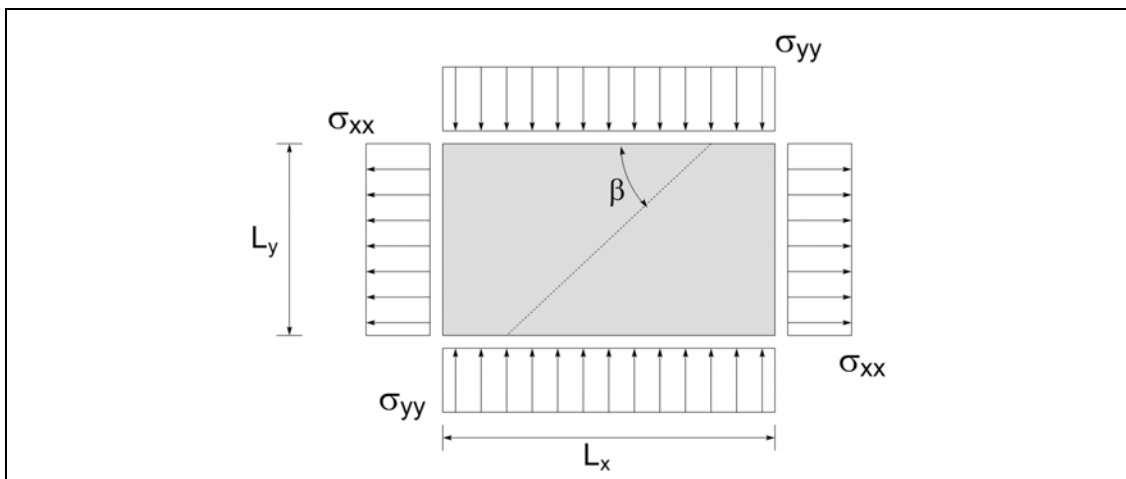

Figura 1: Peça sujeita a estado de tensão homogêneo
**Questão 01** (Valor 2,0): Um material que falha segundo o critério de Tresca (máxima tensão de cisalhamento) apresentou falha em um ensaio uniaxial de tração quanto  $\sigma_{ult} = 50 \text{ N/mm}^2$ . Uma chapa deste mesmo material está sujeita a um estado homogêneo de tensões tal como mostrado na figura 1. Inicialmente a peça está submetida a uma tensão de compressão  $\sigma_{yy} = (-)18 \text{ N/mm}^2$ . Em um segundo momento a peça é solicitada por uma tensão de tração  $\sigma_{xx}$ , tal como mostrado na figura. Assumindo-se que a peça está sujeita a um estado homogêneo de tensões, deseja-se saber: